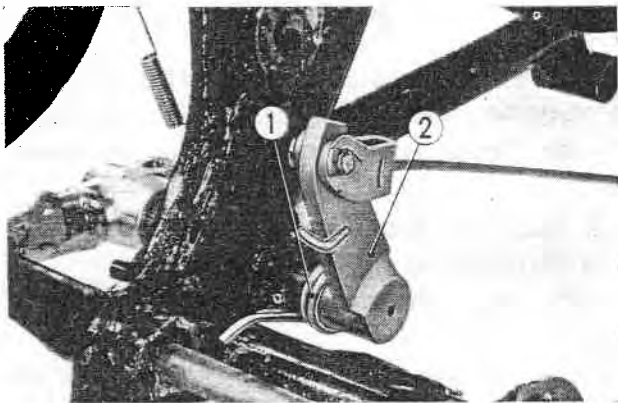

Fig. 14-16 ① Ressort de rappel de frein
② Machoire de frein
3. Décrocher le ressort de rappel de frein arrière et enlever l'axe (Fig. 14-16)